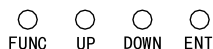

Fig.5
- Premere il tasto FUNC fino a quando il display non appare [ArA] (fig. 5).